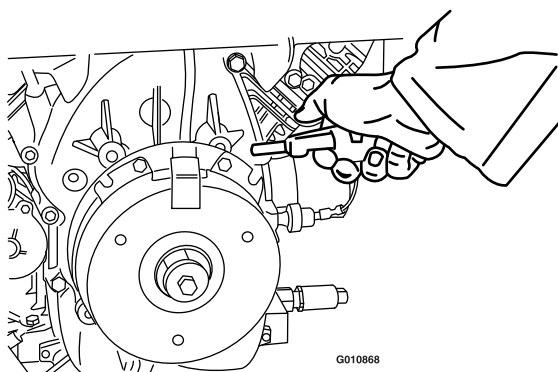

Figura 69
2. Utilizar un compresor de aire, elimine cualquier residuo de debajo del polo de freno y de alrededor de los espaciadores del freno (Figura 69).